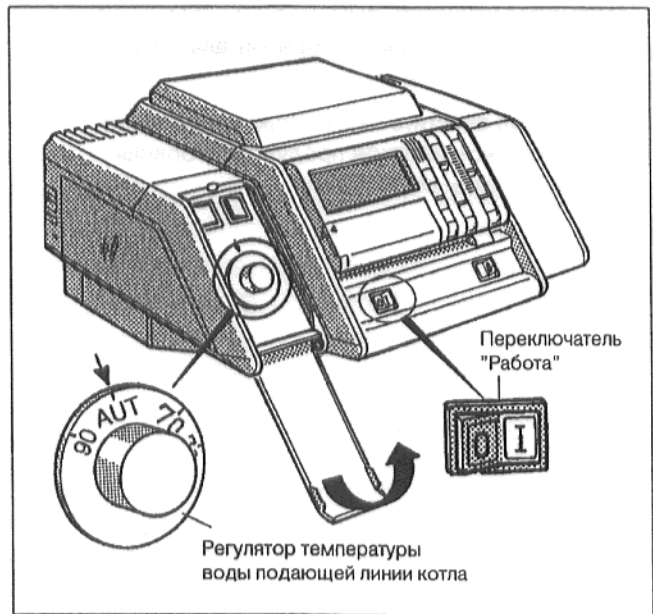
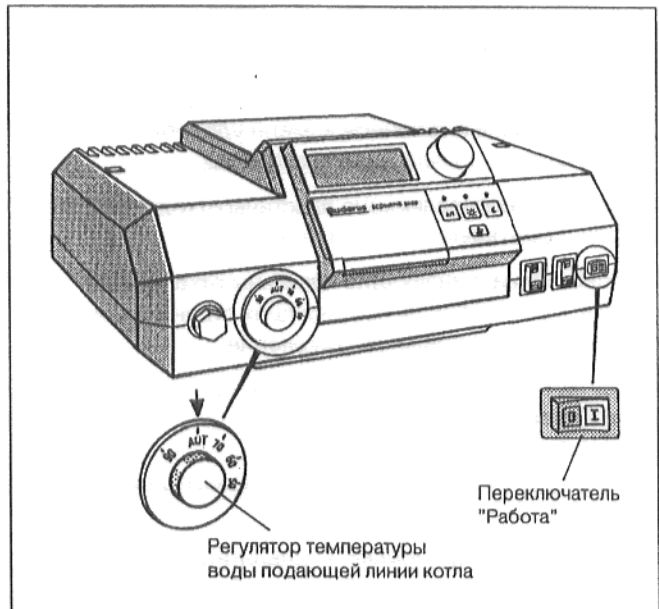

рис. 41
рис. 42
- Выключатель "Работа" установить в положение 0 (ВЫКЛ.) (рис. 41, рис. 42).